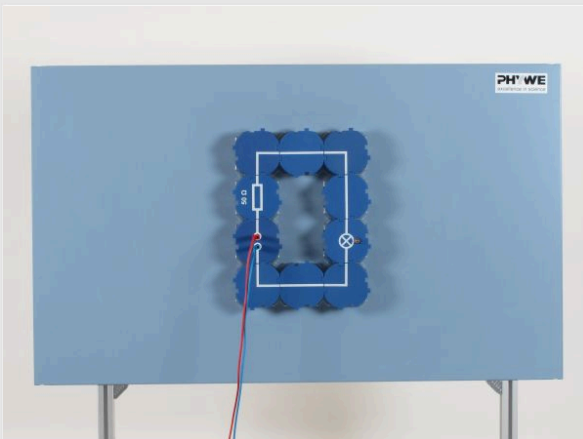

Abbildung 2
- Baue den Versuch entsprechend der Abbildung 2 auf.